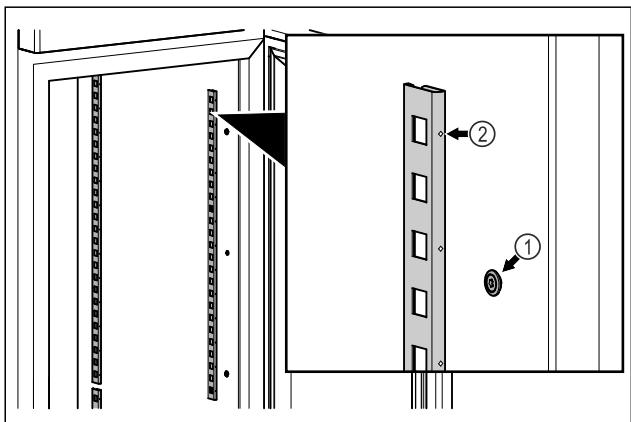

Fig. 81 Príklad zobrazenia
- Koľajničky zaveste do závesu Fig. 81 (1). Označenie Fig. 81 (2) musí ukazovať dopredu.